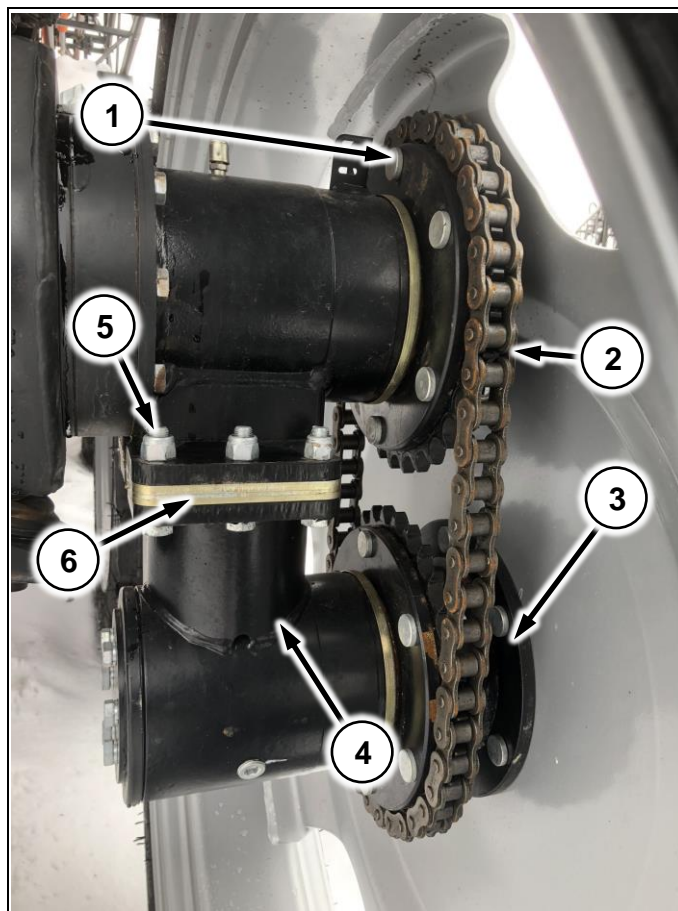

Рис. 213
Служит для увеличения клиренса машины при помощи специальных проставок (Рис. 213/4), которые крепятся к редукторам машины, при помощи болтов (Рис. 213/5), на специальные площадки.
- 1 Прикрутите проставку к редуктору при помощи болтов (Рис. 213/5);
- 2 К ступице машины прикрутите звезду (Рис. 213/1), поставляемую в комплекте;
- 3 К ступице проставки прикрутите переходник (Рис. 213/3) для увеличения колеи;
- 4 Соедините редуктор и проставку при помощи цепи (Рис. 213/2)
Если при установке переходника (Рис. 213/4) провисание цепи (Рис. 213/2) больше 3см, установите шайбы (Рис. 213/6), поставляемые в комплекте с увеличителем, чтобы провисание цепи было ≤ 1 см.
Если предполагается эксплуатация машины с увеличителем клиренса – устанавливайте переходники (Рис. 213/3), идущие в комплекте, даже без увеличителя клиренса (на узких колесах). Иначе вы не будете попадать в свою колею!